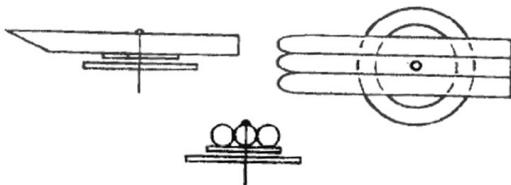

Рис. 6.43. Способ изготовления торпедных аппаратов
**Торпедный аппарат.** Установка состоит из трех-пяти труб, служащих для стрельбы торпедами с надводных кораблей и подводных лодок. На надводных кораблях торпедные аппараты устанавливают на палубах главным образом в средней части корабля в ДП либо по обоим бортам. Внешний вид масштабной модели корабля в немалой степени зависит от изготовления торпедных аппаратов. Лучше всего торпедный аппарат делать из плотной белой бумаги, сворачивая ее в трубы требуемых длины и диаметра на прутке, карандаше и т. п. С одного конца трубку срезают наискось и красят ее изнутри в черный цвет тушью или краской, а к противоположному концу приклеивают кружок соответствующего диаметра, закрывая им отверстие трубы. Далее вырезают из картона два кружка, в центре которых делают отверстия. Один кружок приклеивают к палубе, ко второму кружку приклеивают трубы — каждую отдельно (рис. 6.43). Через отверстие на кружке с трубкой снизу просовывают портновскую булавку и прокалывают ею отверстие в трубке, в которое сверху вставляют булавку — вращающуюся ось аппарата. Подготовленный таким способом элемент устанавлива-